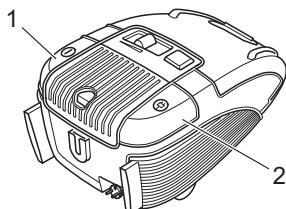

Abb. 15
- Schalten Sie den Bodenstaubsauger am Ein-/Ausschalter (Abb. 15/1) aus und ziehen Sie den Stecker aus der Steckdose.
- Drücken Sie die Kabelaufrolltaste (Abb. 15/2), um das Stromkabel einzuziehen.